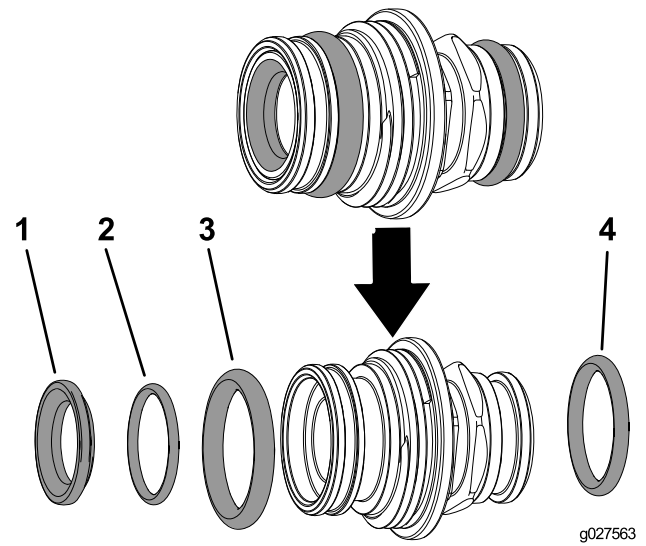

Figure 2
11. Déposez le joint torique du siège de vanne, le joint torique de portée arrière, le joint torique d'embout et le joint torique du raccord de sortie (Figure 2).